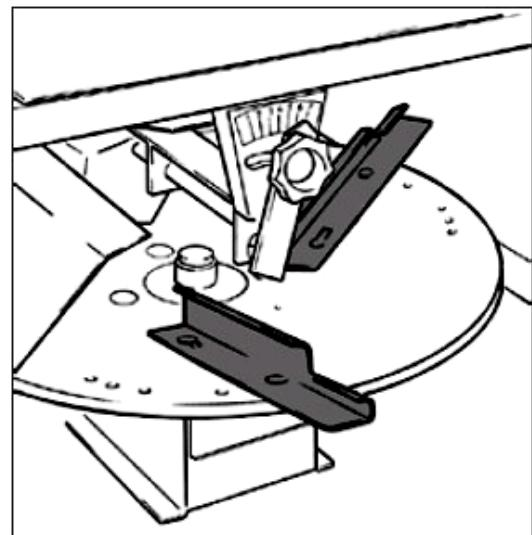

Рисунок 9.
4. Посмотреть соответствующую таблицу дозировки и найти желаемый расход в клетке кг/га в зависимости от скорости подачи. Отрегулировать лопасти и управление расходом (рис. 9, 10), как указано в таблице.